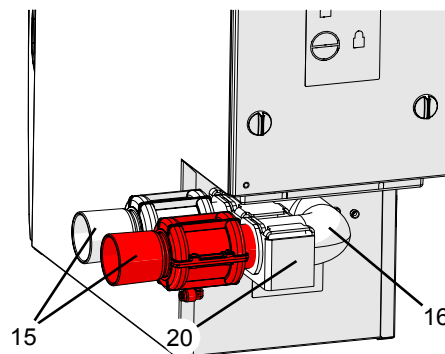

Fig. 3
La apertura y el cierre de los canales de aspiración se realizan mediante válvulas por presión neumáticas (15, Fig. 3). Para ello se requiere aire comprimido. En el lado del aparato aparece conectada fijamente la manguera de aire comprimido.
- ⇒ Retirar las válvulas por presión (15, Fig. 3) de la tubería de aspiración (16, Fig. 3).
- ⇒ Desenroscar el tornillo moleteado (19).
- ⇒ Soltar los tornillos de fijación, girando en el mismo sentido de las agujas del reloj, de la tubería de aspiración junto con el soporte (20) y retirar hacia atrás desde la boca de succión del sistema de aspiración (A).
- ⇒ Sacar presionando la tubería de aspiración del soporte (B), girarla (C) e introducirla presionando en la nueva posición (D).
- ⇒ Encajar la tubería de aspiración en la boca de succión del sistema de aspiración y enganchar el soporte en los tornillos de soporte (26) girándolo en el mismo sentido de las agujas del reloj (E).
- ⇒ Asegurar la tubería de aspiración con el tornillo moleteado (19).